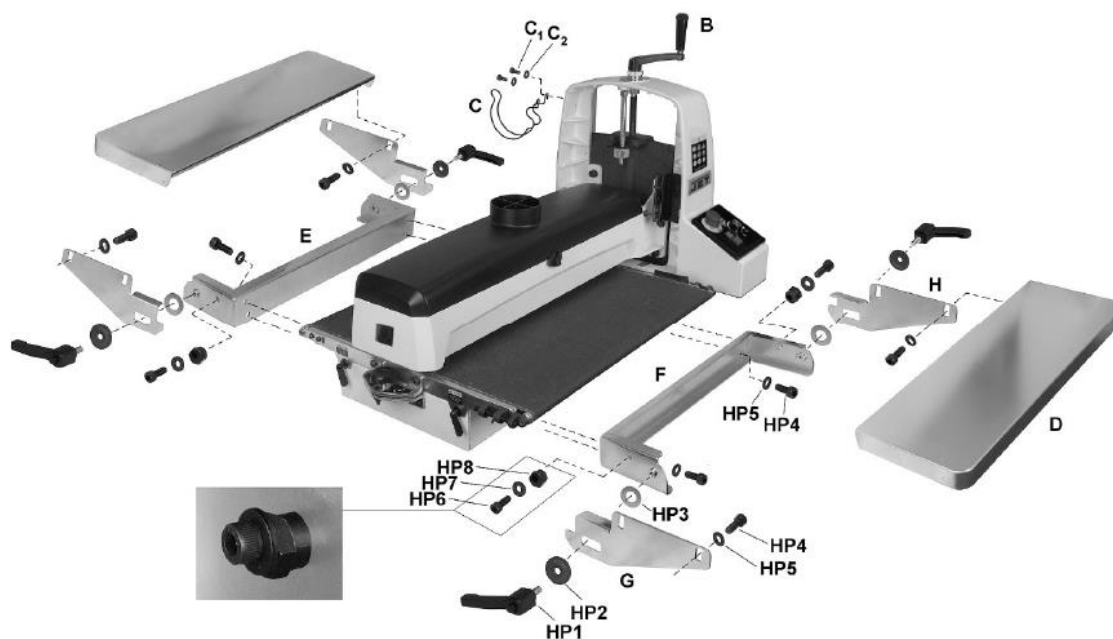

Рис. 5-3: Схема сборки станка и ПРИОБРЕТАЕМЫХ ОТДЕЛЬНО столов подачи/разгрузки
1. Наденьте ручку регулировки высоты барабана (В, Рис. 5-3) на вал и затяните установочный винт.
1. Прикрутите к станку кронштейны для столов подачи и разгрузки (F, E, Рис. 5-3) с помощью винтов с внутренним шестигранником и плоских шайб (HP4/5). Проверьте, чтобы и левый, и правый кронштейны были установлены так, как показано на рисунке. Кронштейны должны плотно прилегать к поверхности станка. ПРИМЕЧАНИЕ: длинный кронштейн устанавливается спереди (стол подачи), короткий – сзади (стол разгрузки).